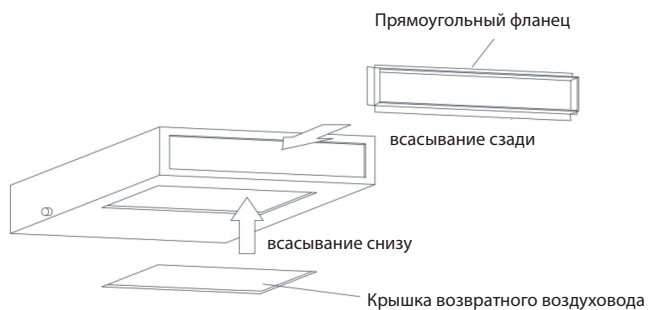

Рисунок 11
1. По умолчанию предусмотрено, что прямоугольный фланец монтируется сзади, а крышка всасывающего воздуховода - снизу, как показано на рис.11.